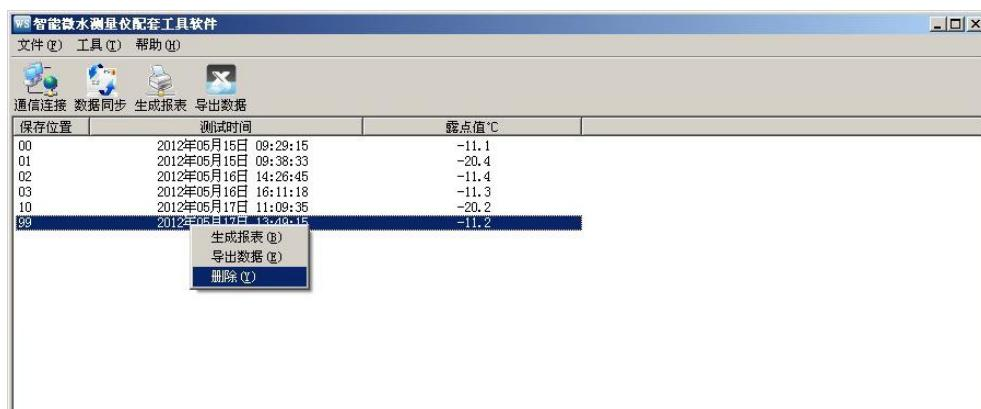

图 24 删 除数据
(7)删除。选中一行数据，右键选择删除，将选中的数据从当前的列表中移除。如图 24 所示。